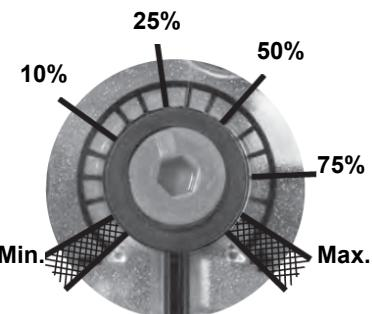

Fig. 5
- 2 Desenroscar los tornillos 1, 2, 3, 4 con la llave de macho hexagonal núm. 3, y retirar la tapa del filtro 5 (Fig. 5).
3. Atornillar el DV con 2 tornillos M5, máx. 5 Nm/44 in.lb, fig. 5/6.